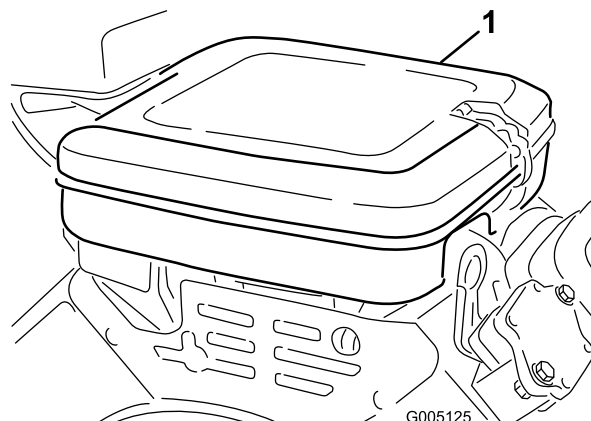

Figura 44
1. Liberte os dispositivos de bloqueio e retire a cobertura do filtro de ar (Figura 44). Limpe bem a cobertura.